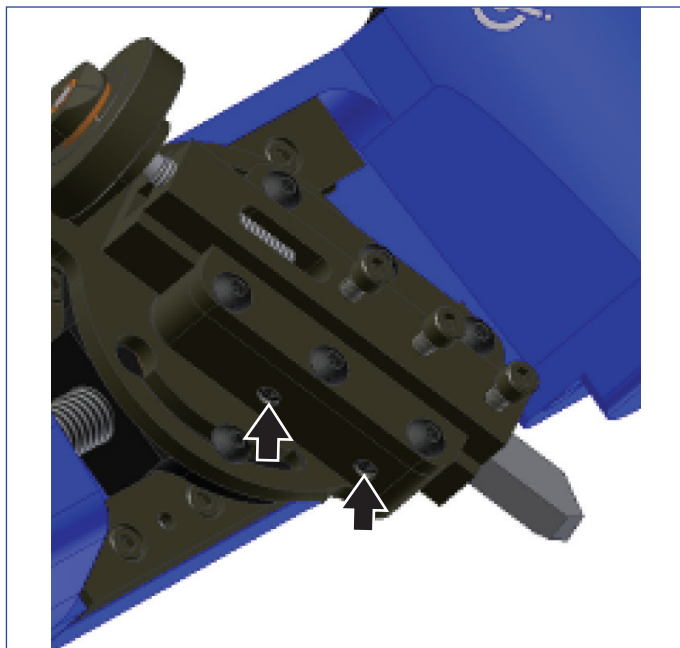

Figura 8
6. Rimuovere qualsiasi residuo nel blocco porta utensili quando si fa la regolazione delle (vedere la Figura 8). Stringere od allentare le viti di regolazione fino la vite di regolazione della profondità di taglio ruota liberamente e non é dura da girare.
Regolare le viti in bronzo di regolazione della placchetta (vedere la Figura 8).